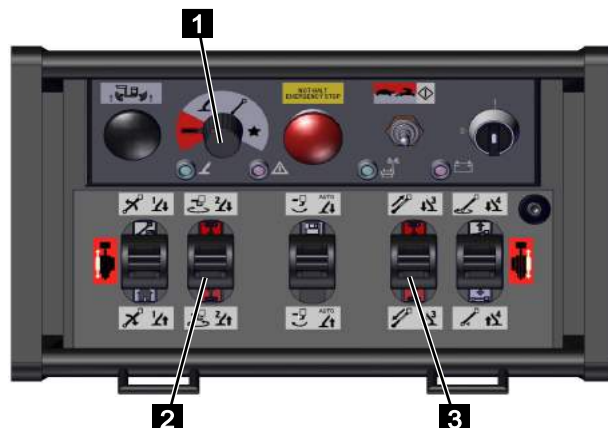

Fig. 137
2. Mettre le sélecteur de fonction de la commande radio sur [Fonction des chenilles] (rouge) (Fig.137/3).
3. Déplacer le système d'entraînement à chenilles avec les leviers de commande (Fig.137/1 et 2) suivant le tableau ci-après.